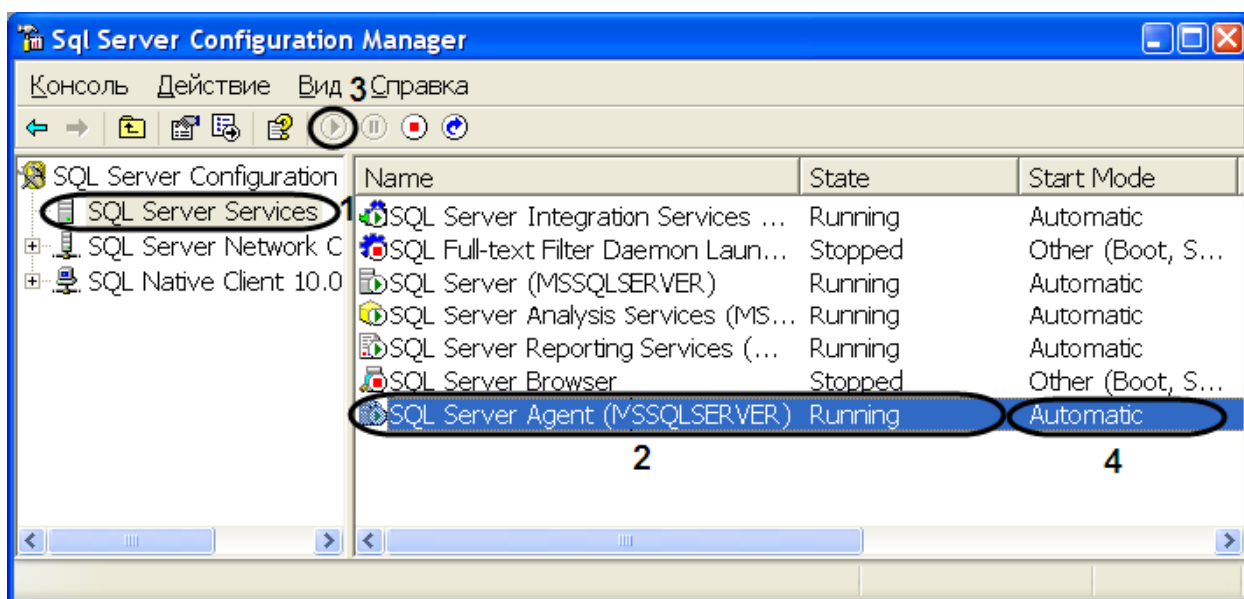

Рис. 11.3—1. Запуск "Sql Server Agent"
- 4.1. В том случае если служба «Sql Server Agent (MSSQLSERVER)» запущена в столбце «State» будет стоять значение «Running» (Рис. 11.3—1, 2).
4.2. В том случае если служба «Sql Server Agent (MSSQLSERVER)» не запущена, необходимо запустить ее, нажав кнопку «Play» на верхней панели управления (Рис. 11.3—1, 3).